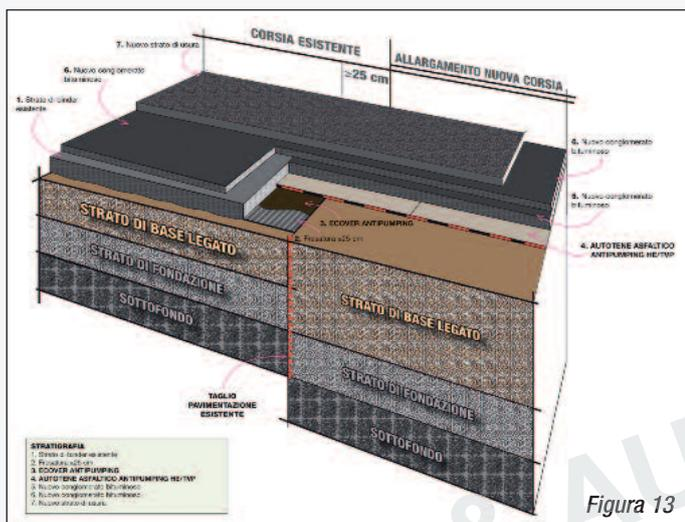

Figura 13
- ◆ rinforzo e impermeabilizzazione con geocomposito rinforzato tipo Autotene Asfaltico Antipumping HE/TVP della pavimentazione di nuova corsia stradale in caso di allargamento della carreggiata con rinforzo del giunto (Figura 13).